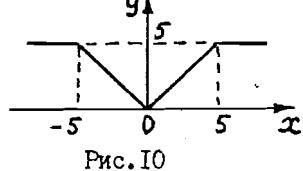

Рис.10
16. Промоделируйте статическую характеристику идеального магнитного усилителя (рис.10). Охватите магнитный усилитель обратной связью. Изменяя глубину обратной связи, объясните наблюдаемые изменения формы статической характеристики.